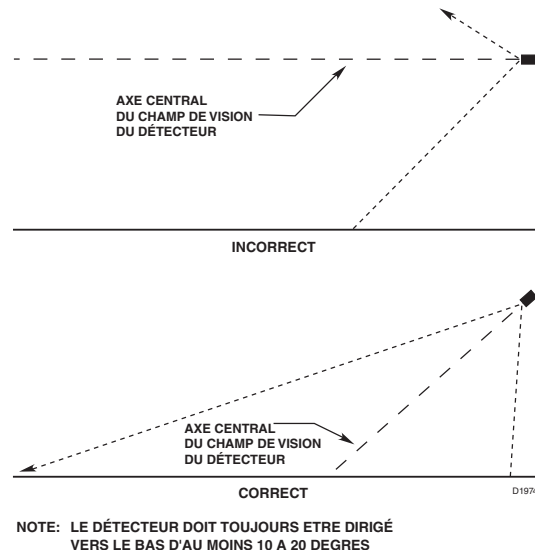

Figure 1—Orientation du Détecteur par rapport à l'Horizontale
- Le détecteur devra être dirigé vers le bas (10 à 20° au minimum sous l'horizontale) pour permettre à la lentille d'être drainée (voir Figure 1). **Le détecteur devra être positionné de façon à ce que son CdV ne recouvre pas d'autres zones en dehors du risque.** Ceci permettra de minimiser le risque de fausses alarmes provoquées par des activités en dehors de la zone nécessitant une protection.
(Voir la Figure 1 pour l'Orientation Correcte du Détecteur)